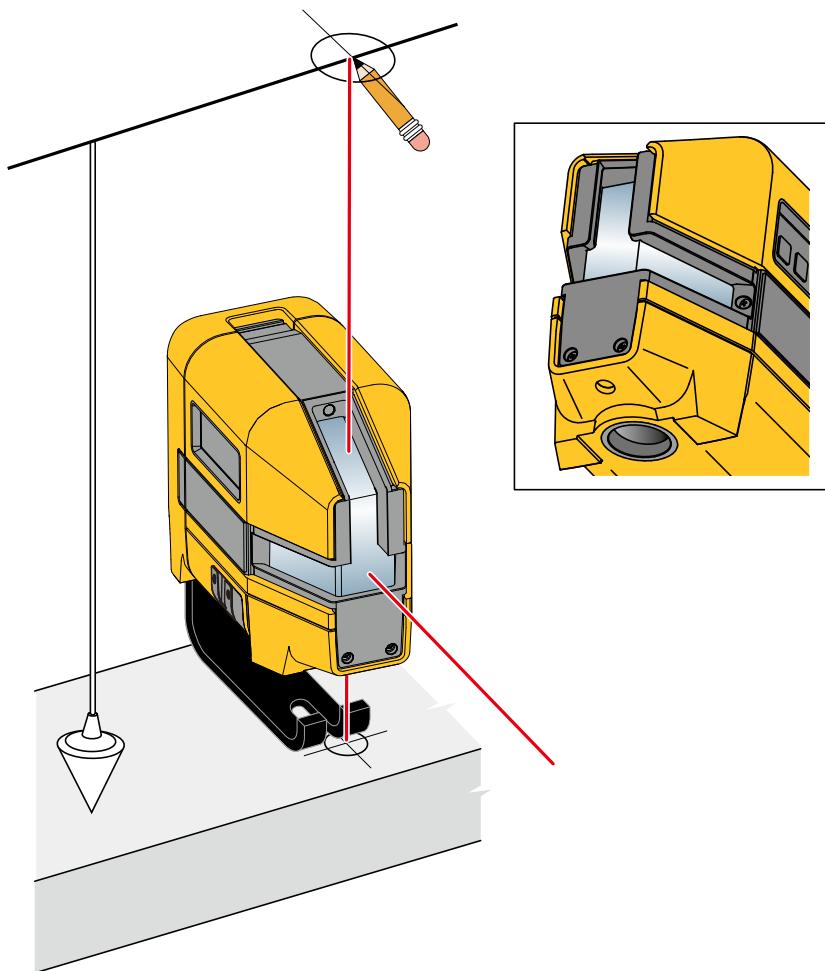

Figura 5. Nuovo contrassegno verticale
2. Centrare il laser verticale verso il basso sulla croce apposta. Vedere la Figura 5.